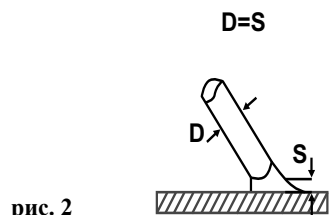

рис. 2
7.6 Как только произойдет зажигание дуги, электрод нужно держать на таком расстоянии S (см. рис. 2) от обрабатываемого материала, которое соответствует диаметру электрода D (см. рис. 2). Для получения равномерного шва далее необходимо соблюдать эту дистанцию по возможности постоянной. Также необходимо помнить, что наклон оси электрода